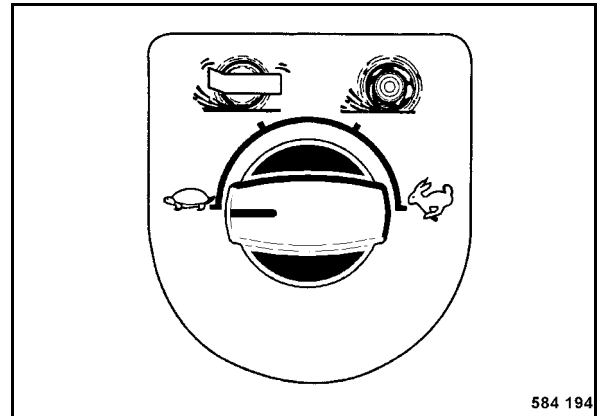

fig. 42
- Présélectionner le régime de conduite (fig. 42) désiré.